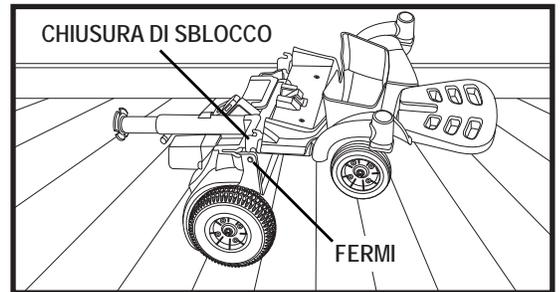

Figura 10. Allineare il telaio
2. Tenendo la parte anteriore parallela a terra, sollevare la chiusura di sblocco sulla parte posteriore. **Vedere figura 10.**